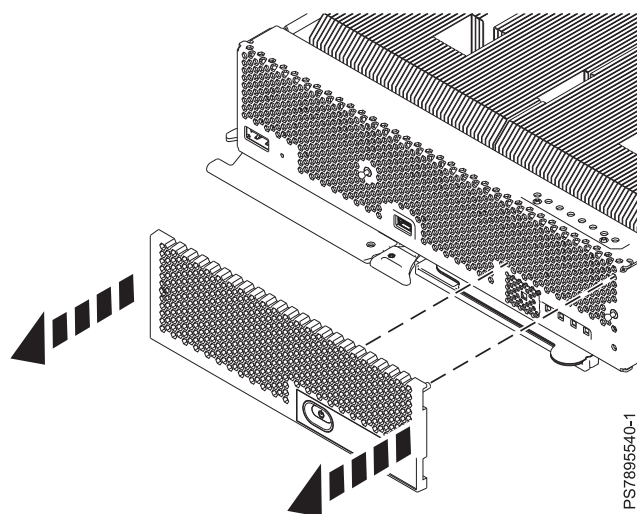
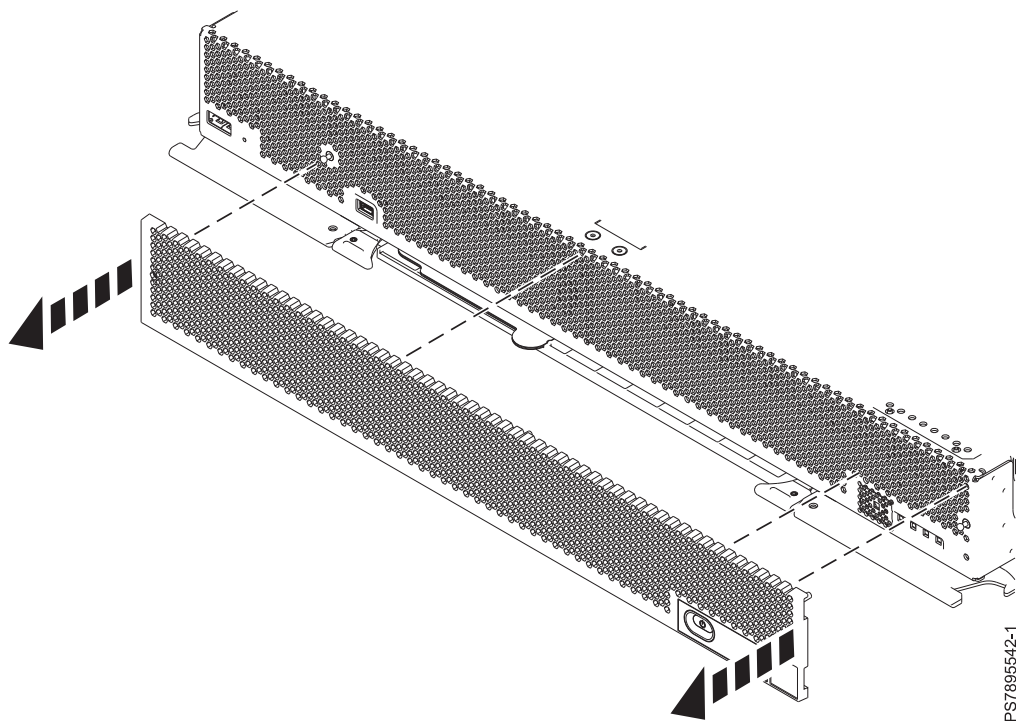

图 13. 从 IBM Flex System p260 计算节点中卸下挡板组合件
图 14. 从 IBM Flex System p460 计算节点中卸下挡板组合件
4. 找到计算节点正面右边的挡板。抓住挡板组合件的两边，将挡板组合件拉出计算节点（如第 40 页的图 13 和图 14 中所示）。